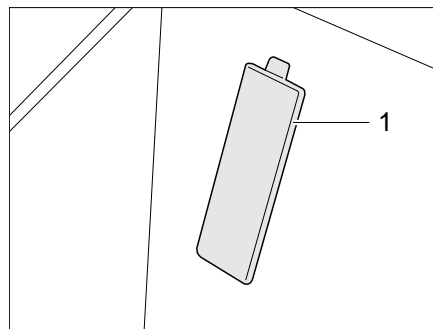

Bild 262 Abdeckung Fahrgestellnummer (Basisfahrzeug Fiat)
- ▷ Die Fahrgestellnummer befindet sich bei Fahrzeugen auf Fiat-Basis hinter einer Abdeckung (Bild 262,1) im Einstieg auf der Beifahrerseite.